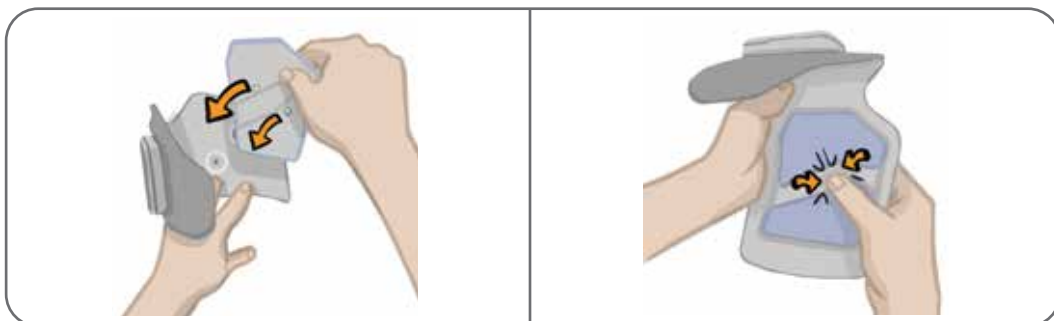

Figura 6-4. Allineamento e fissaggio dell'elettrodo Quick Fit
5. Allineare i bottoni automatici arancione e celeste sull'elettrodo Quick Fit con i corrispondenti fori di connessione arancione e celeste sul gambale per la parte inferiore della gamba. (Figura 6-4).
6. Premere con decisione per agganciare l'elettrodo Quick Fit al gambale per la parte inferiore della gamba. (Figura 6-4).